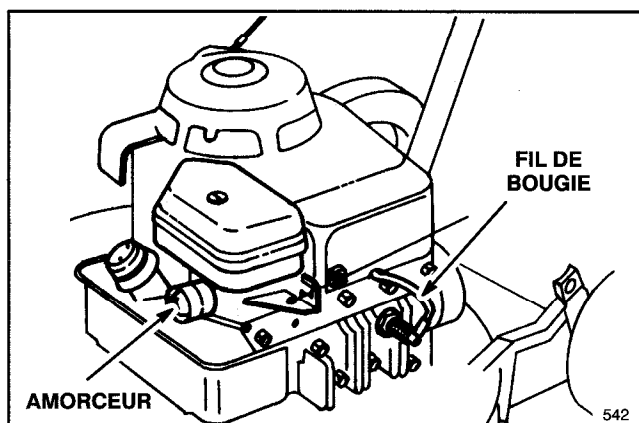

Figure 8
2. Branchez le fil sur la bougie d'allumage (Fig. 8).
4. Actionner 3 fois la pompe d'amorçage pour démarrer (Fig. 8).